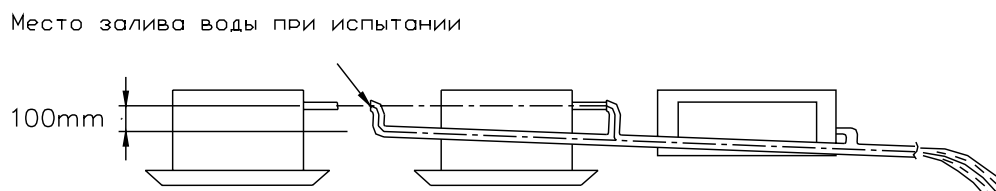

Рисунок 8.1 — Проведение гидравлических испытаний
8.6 После установки дренажной трубы необходимо провести испытания с целью проверки обеспечения нормального слива конденсата (см. рис.8.1). Утечки конденсата в местах соединения, а также перетекания через лоток или поддон не допускаются.